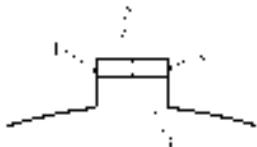
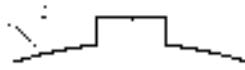
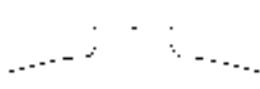

图 8-105 放大后的局部视图
图 8-106 修剪、删除后的局部视图
图 8-107 圆角操作后的局部视图
2) 放大局部视图。单击“修改”工具栏中的“缩放”按钮 $\text{S}$ ，用窗选方式选择复制过来的局部视图，以点(320,105) 为基点，对图形进行两倍放大。结果如图 8-105 所示。
3) 修剪对象。单击“修改”工具栏中的“修剪”按钮 $\text{F}$ ，以图 8-105 所示的直线 4 为剪切边，对图 8-105 中的直线 1、直线 3 进行修剪。
4) 删除对象。将图 8-105 所示的圆弧 2 删除，结果如图 8-106 所示。
5) 圆角。单击“修改”工具栏中的“圆角”按钮 $\text{C}$ ，对图 8-106 所示的直线 2、圆弧 1 进行圆角操作，圆角半径为“2”。重复“圆角”命令，对中心线右边的对象进行圆角处理，结果如图 8-107 所示。